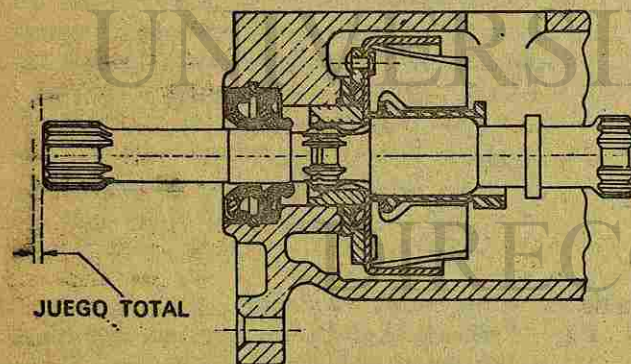

Fig. 35 Transmisión de una sola pieza mostrando el juego del extremo
6. Si se va a montar una transmisión de amortiguación (Fig. 35), sujete el buje de transmisión en su posición normal y gire el conjunto hasta que se formen dos estrías alargadas y dos cortas entre la periferia del buje y el interior del aro de retención. Monte dos de las inserciones de goma en las estrías alargadas, gire el conjunto y monte las otras dos inserciones de goma, que están separadas por las orejetas del buje y las proyecciones sobre el aro de retención.
2. (b) Coloque el eje de transmisión en el centro del bloque de la herramienta universal 7144/894, con el extremo de transmisión hacia arriba (Fig. 35).